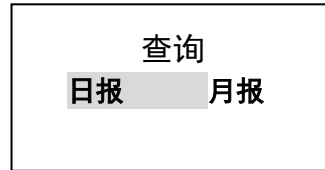
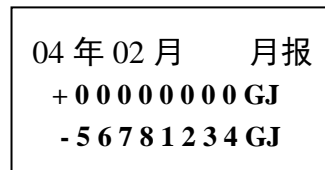

图 3
图 5
③ 退出查询：按“”键即可退出停电查询。
① 进入查询：按面板上“报表查询”键，仪表进入报表查询，画面如图 3~图 5 所示：